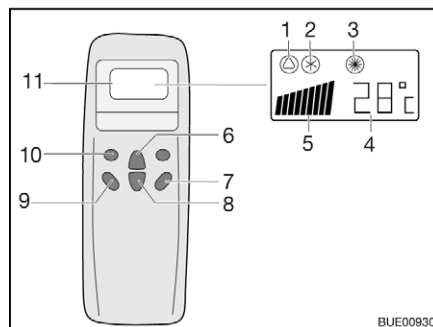
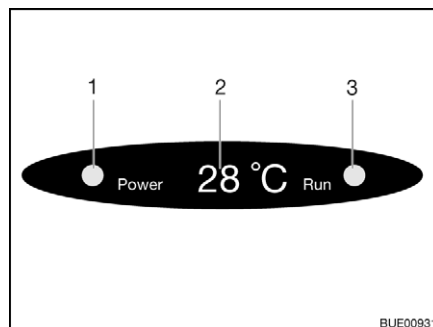

Fig. 202 Mando a distancia
Fig. 203 Indicación en el difusor
- Pulsar la tecla "ON/OFF" (Fig. 202,7).
- Pulsar la tecla "Mode" (Fig. 202,10) las veces que sean necesarias hasta que se visualice el modo de funcionamiento deseado (Fig. 202,1, 2 ó 3) en el display. La luz de control correspondiente en la indicación del difusor (Fig. 203,3) estará encendida.
- Ajustar la temperatura deseada con las teclas Aumentar temperatura (Fig. 202,6) o Reducir temperatura (Fig. 202,8).
- Seleccionar la etapa deseada del ventilador con la tecla Velocidad del ventilador (Fig. 202,9).